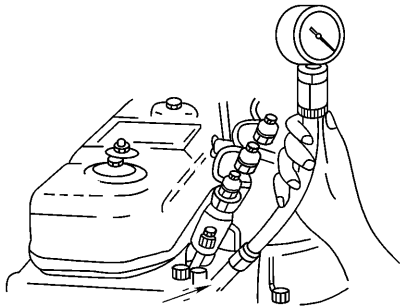

图 2-18 读取气缸压力
4) 用起动机拖动柴油机，确认转速达到正常起动转速，大约 5s 后读取气缸压力表的读数（图 2-18）。